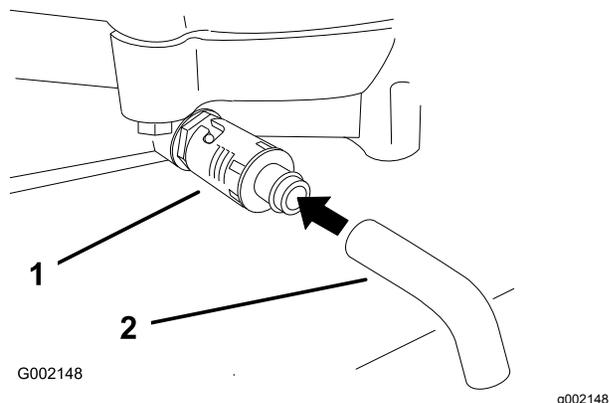

Figure 21
- Placez un bac sous la vidange. Tournez le robinet de vidange pour permettre à l'huile de s'écouler (Figure 21).